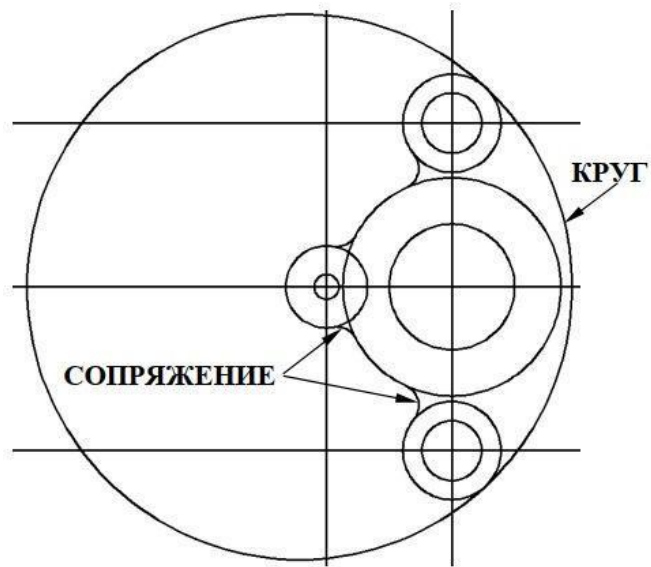

Рисунок 8.5 –
6. Скориставшись командою **СОПРЯЖЕНИЕ** або **КРУГ**, побудувати спряження (з'єднання) наявних елементів дугами (колами) заданих радіусів, виконавши графічні побудови для визначення їх центрів (рис. 8.5).